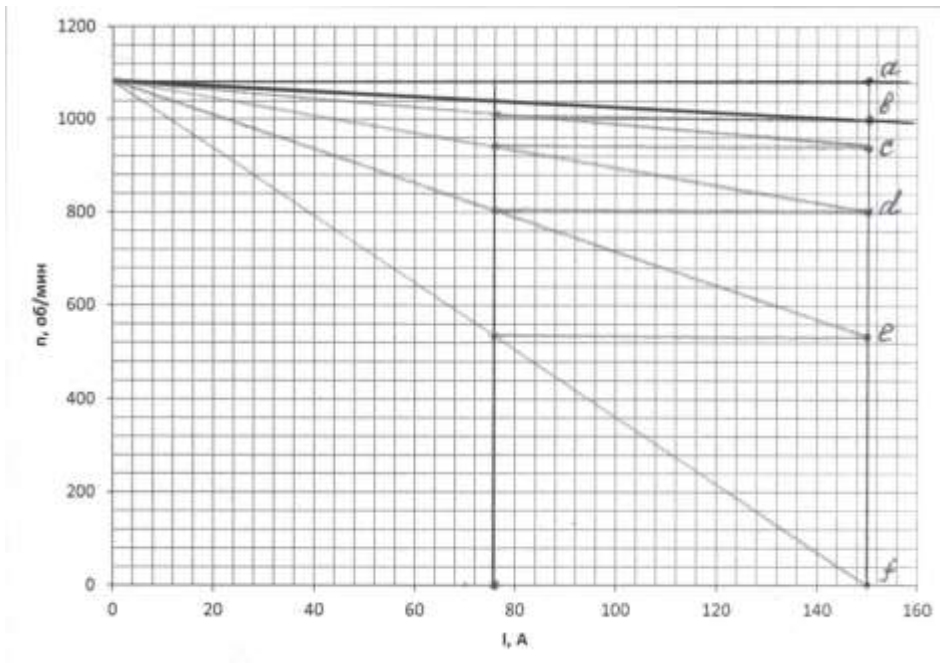

Рисунок 9. Нормальная пусковая диаграмма ДПТ НВ
7) По полученным данным строим нормальную пусковую диаграмму (рис.9).